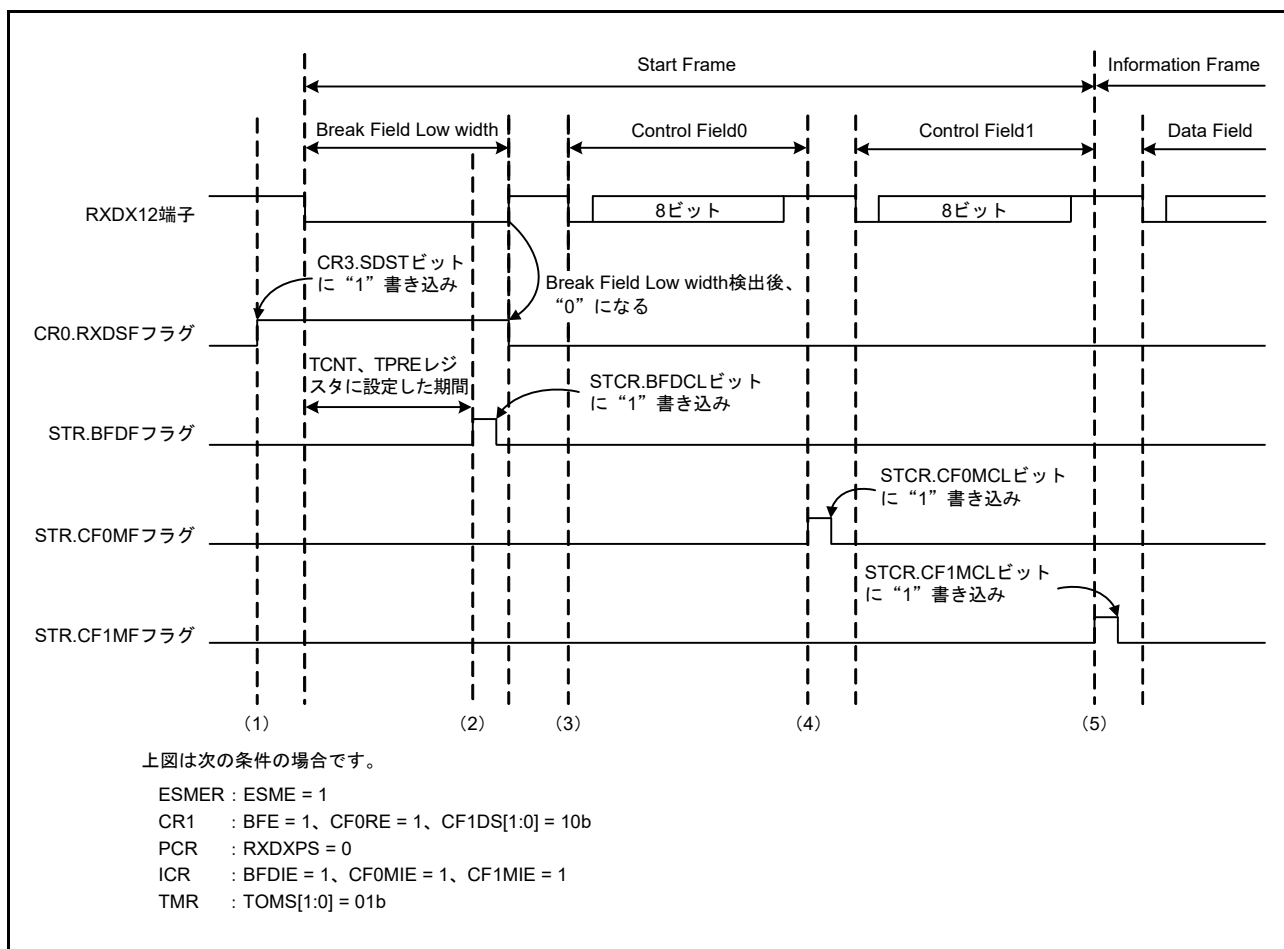
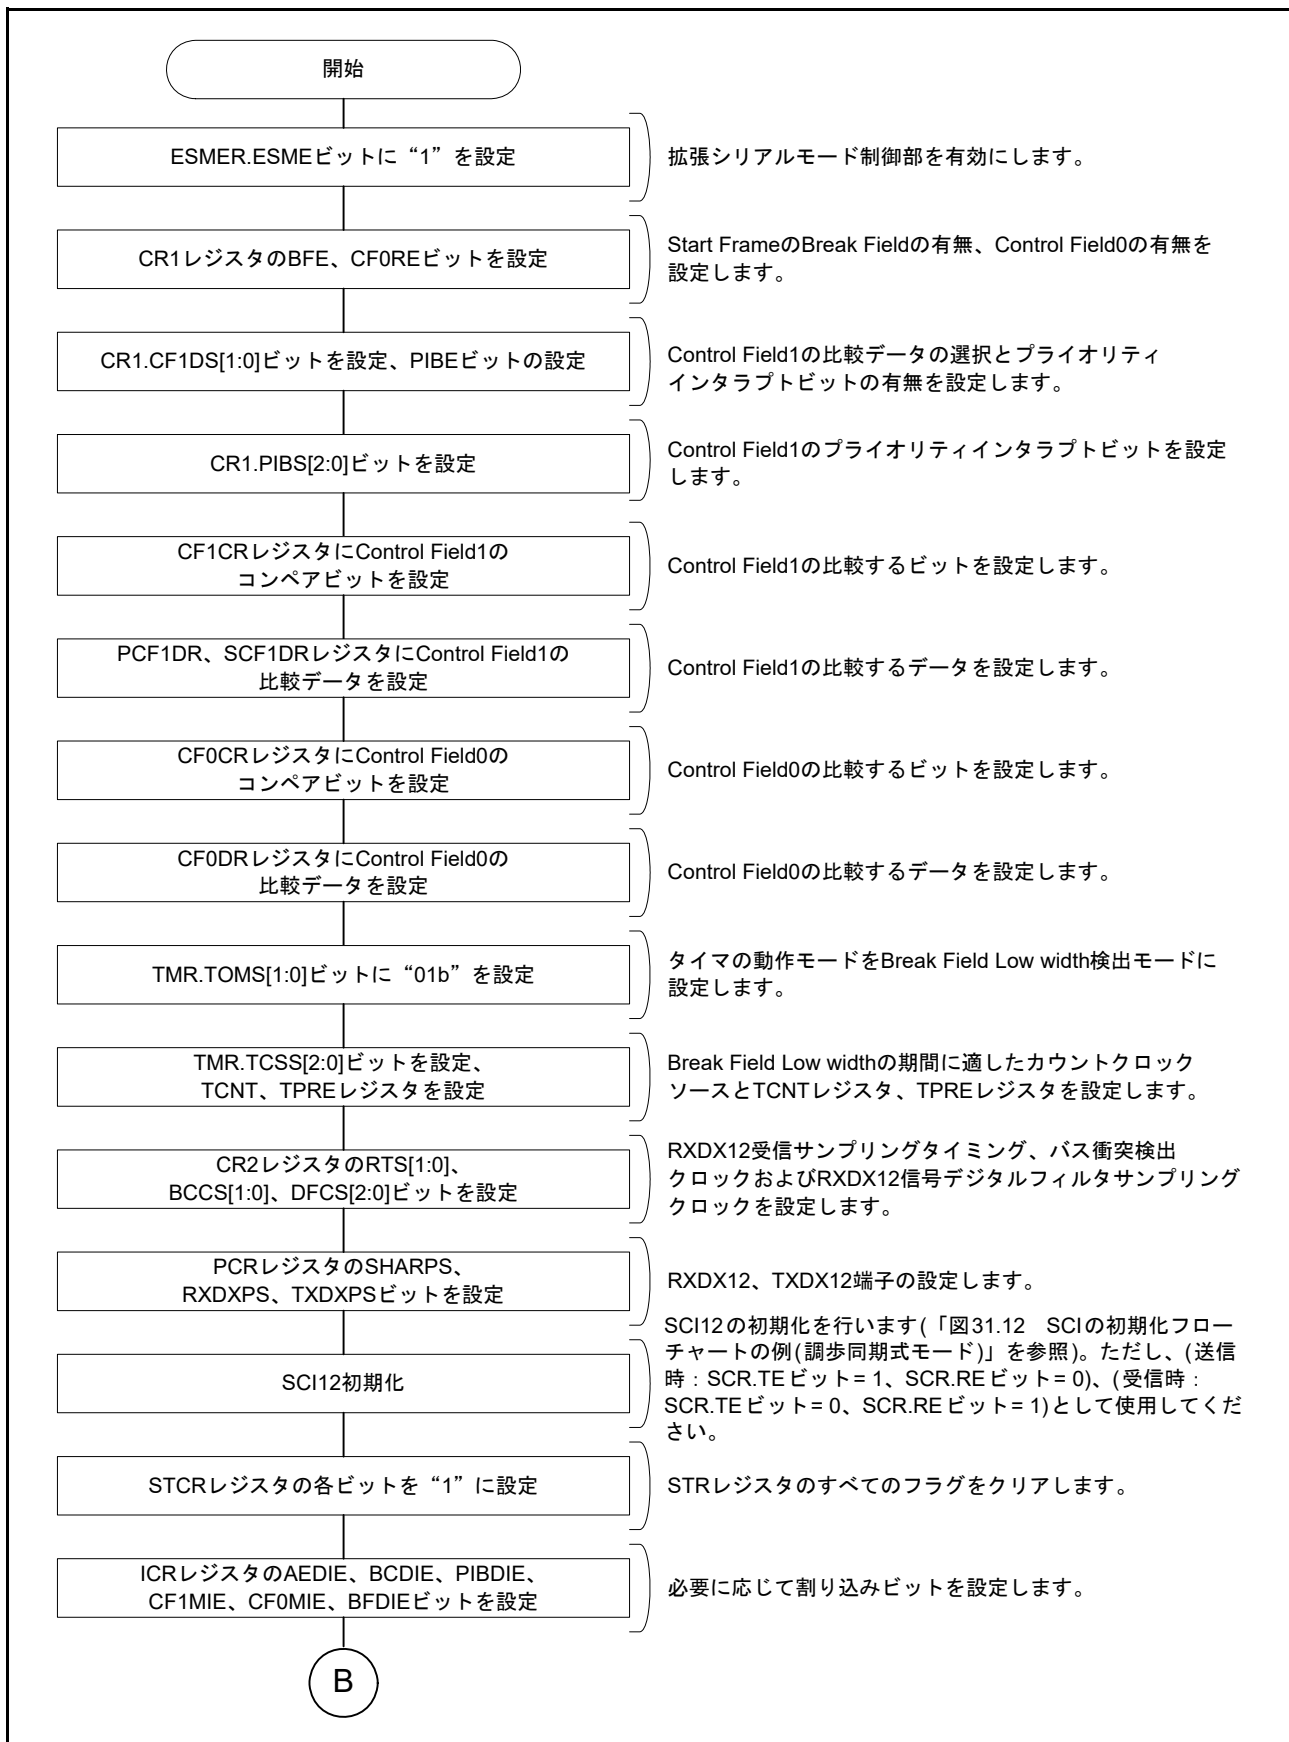
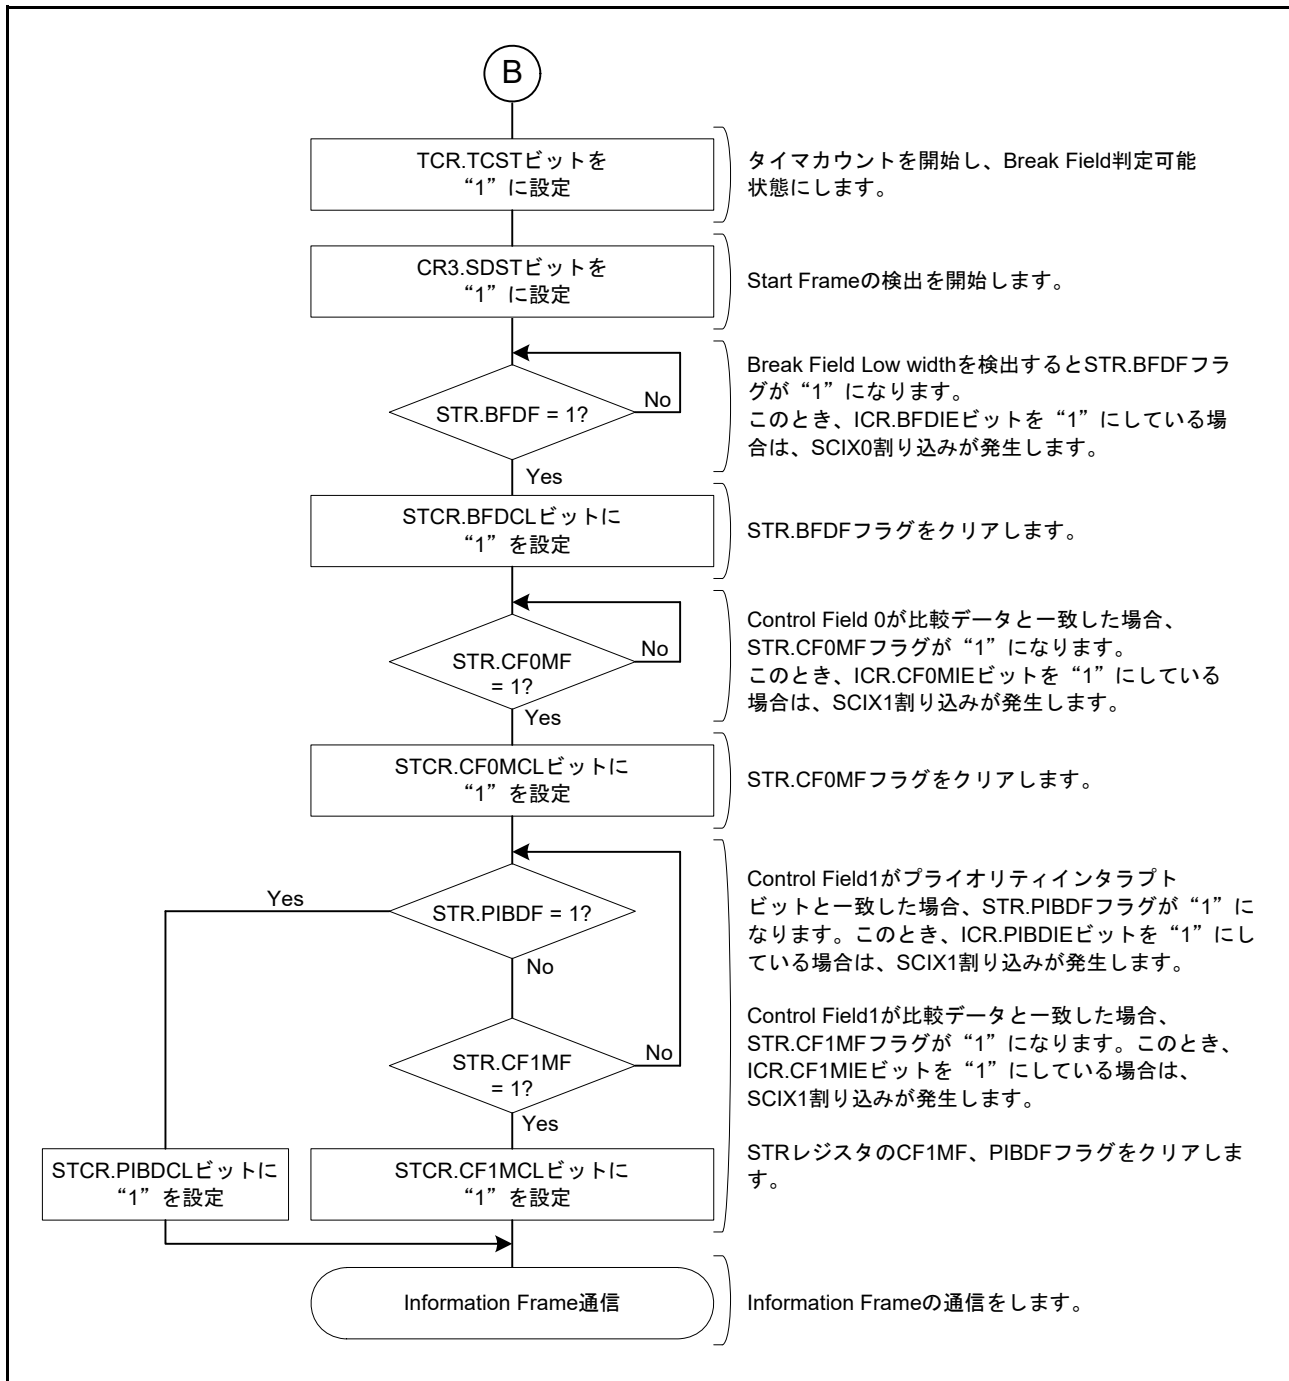
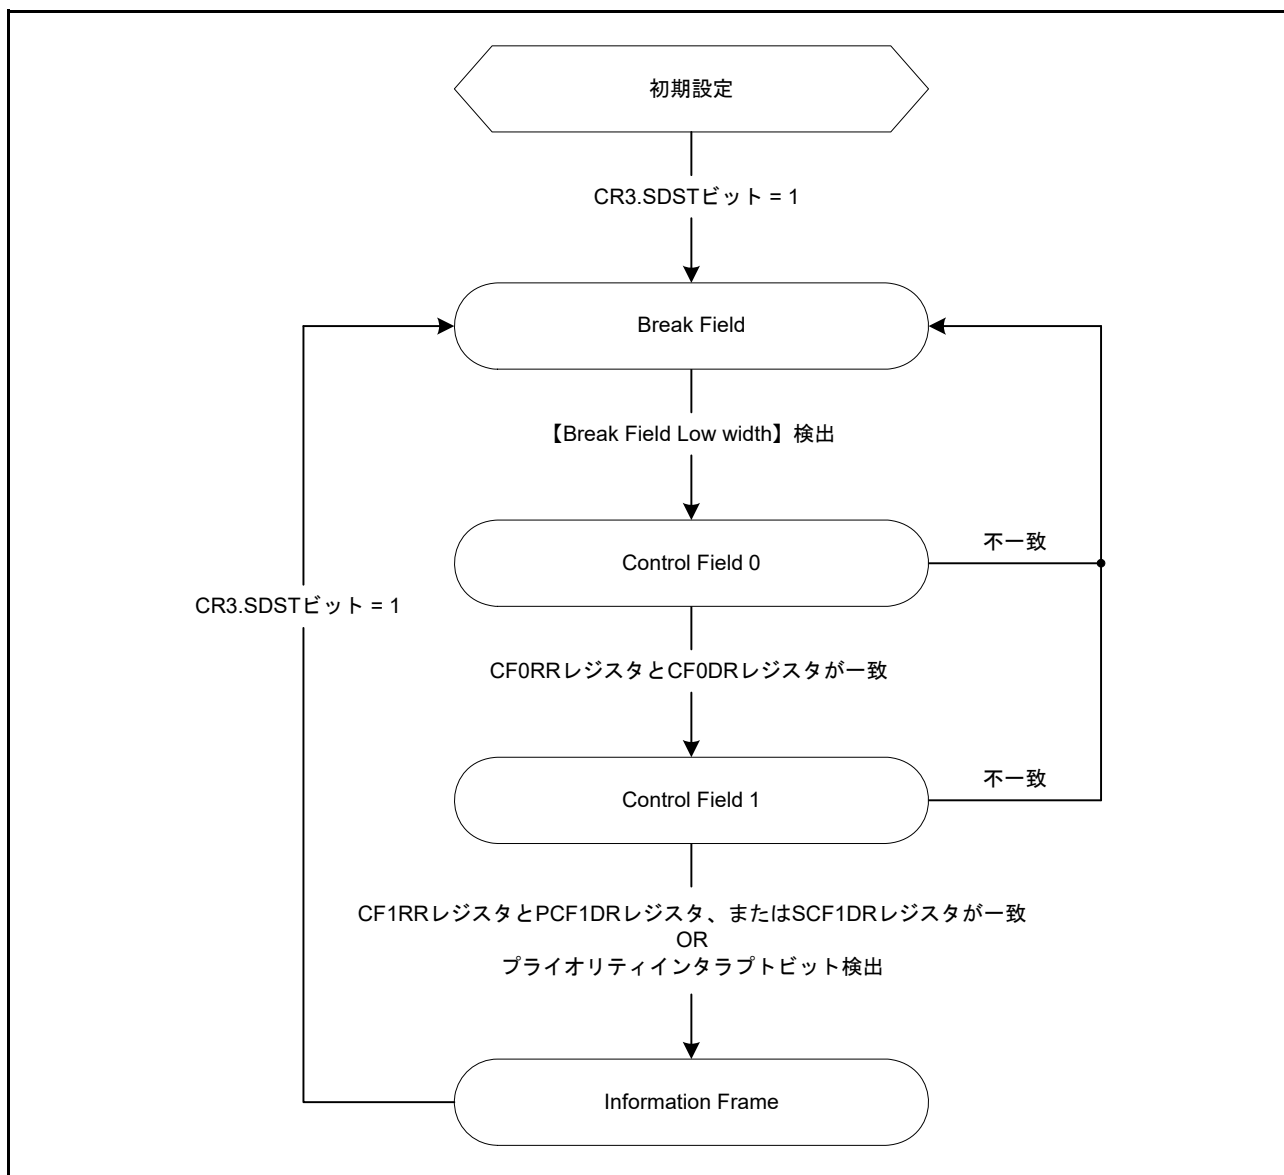

図 31.68 Start Frame 受信時の動作例
図 31.69 Start Frame 受信フローチャート例 (1)
図 31.70 Start Frame 受信フローチャート例 (2)
図 31.71 Start Frame 受信時の状態遷移図
図 31.68 に Break Field Low width、Control Field 0 および Control Field 1 で構成される Start Frame の受信時の動作例を示します。また、図 31.69、図 31.70 に Start Frame の受信を行うためのフローチャート、図 31.71 に Start Frame 受信時の状態遷移図を示します。
(1)～(4) は図 31.68 の Start Frame 受信時の動作例 (1)～(4) と同様になります。
(5) CR1.PIBS[2:0] ビットで指定したビットの値が PCF1DR レジスタに設定した値と一致した場合、STR.PIBDF フラグが“1”になります。また、ICR.PIBDIE ビットを“1”にしている場合は、SCIX1 割り込みが発生します。その後、Information Frame の通信を行います。Control Field 1 で受信したデータが PCF1DR レジスタまたは SCF1DR レジスタに設定したデータのどちらとも一致せず、プライオリティインタラプトビットも検出しない場合は、Break Field Low width 検出前の状態に遷移します。